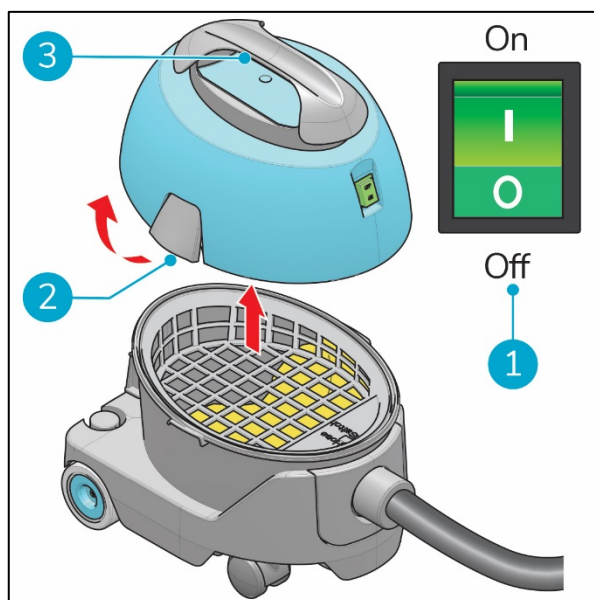

Figura 18
1. Apaga la i-vac® 5 con el interruptor ON/OFF (Figura 18, pos. 1).
2. Suelta las pestañas (Figura 18, pos. 2).
3. Levanta el cabezal por el asa (Figura 18, pos. 3).